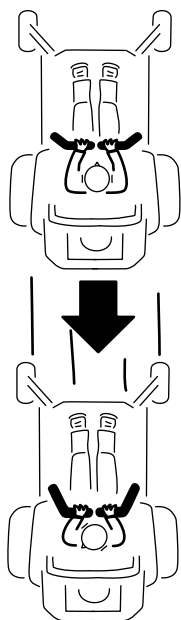

Figura 31
2. Para ir hacia atrás, tire lentamente de las palancas de control de movimiento hacia atrás (Figura 31).